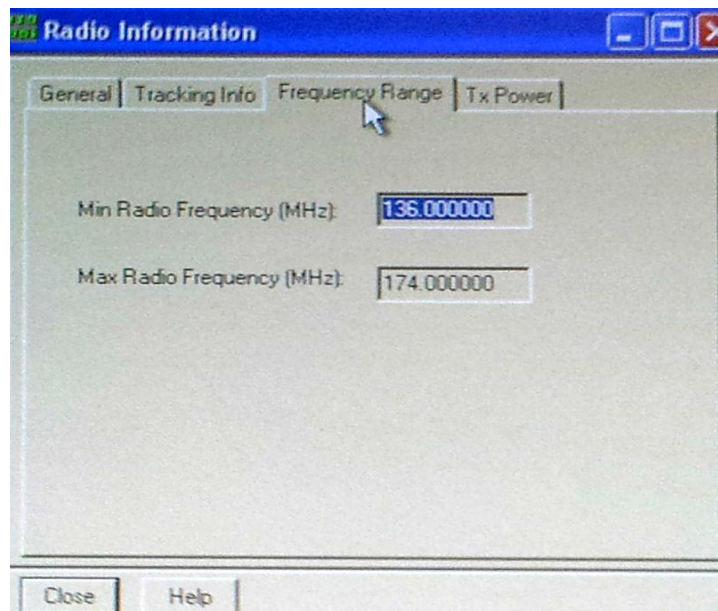

Figura 3.16 Ajuste de frecuencia a Transmitir.
14. programando la frecuencia que transmitirá el radio ver Figura 3.16.